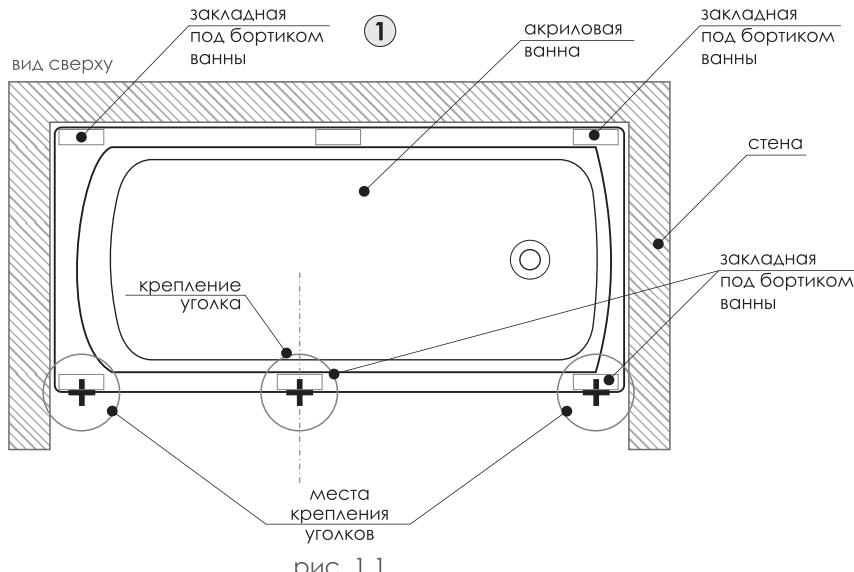

рис. 1.1
1. При помощи ШСММ 4,2x13 смонтируйте уголки 52x32x30 к закладным в бортах ванны, расположив их следующим образом (рис.1.1):